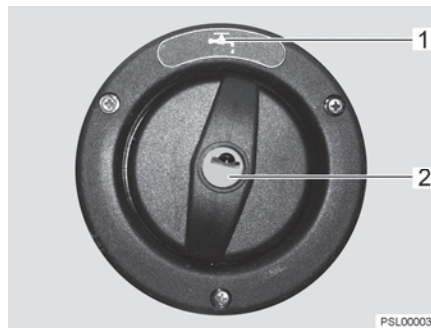

Fig. 104 Tapa de cierre para el tubo de llenado de agua potable
El tubo de llenado de agua potable está identificado con el símbolo "🚰" (Fig. 104,1). La tapa de cierre se abre o cierra con la llave para las cerraduras de trampilla exteriores.
- Introducir la llave en el cilindro de cierre (Fig. 104,2) y girarla un cuarto de vuelta en sentido contrario a las agujas del reloj.
- Abrir el tubo de llenado de agua potable (Fig. 104).